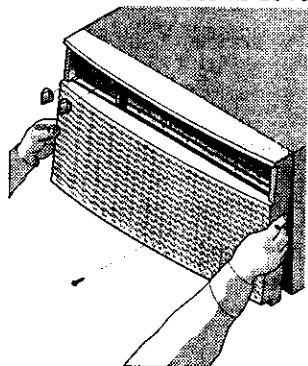
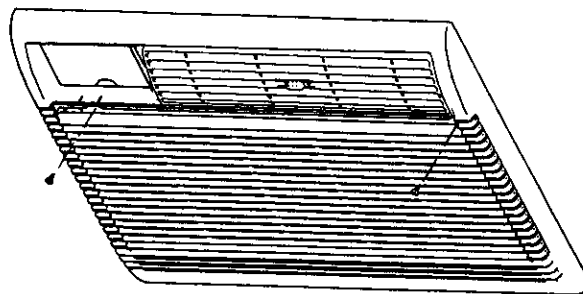

FIG. 1
FIG. 2
- Fixer à l'aide de la ou des vis de retenue au bas du panneau (Fig. 1), ou derrière la poignée du filtre (Fig. 2).